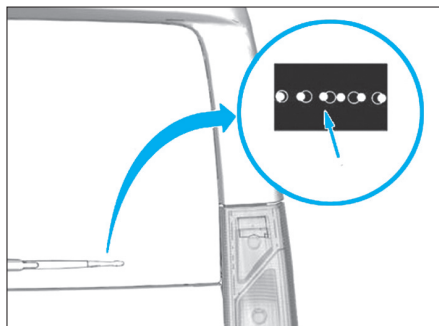

Fig. 72
- Poser le bras d'essuie-vitre en fonction du repère sérigraphié ou selon le repère effectuer précédemment (Fig.72).